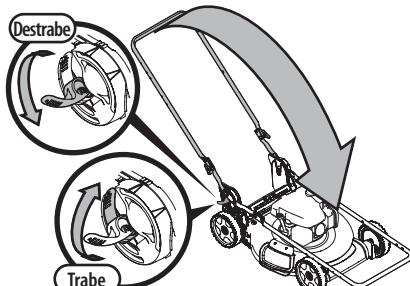

Figura 37
3. Destapse las dos palancas de liberación de manija. Vea el recuadro de la Figura 37.
4. Pliegue la manija hacia adelante hasta la posición de almacenamiento (Figura 37). No prese los cables del control de la transmisión o de la cuchilla (si se incluyen) mientras baja la manija.
5. Trabe las dos palancas de liberación de la manija (recuadro, Figura 37).
2. Para desplegar la manija, destapse las dos palancas de liberación de la manija (recuadro, Figura 37) y realice los PASOS 5-8 de Configuración, Manija de Almacenamiento Vertical en la página 32.